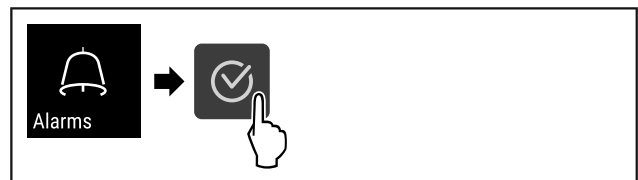

Fig. 104
- ▶ Выполните шаги действия (см. Fig. 104) .